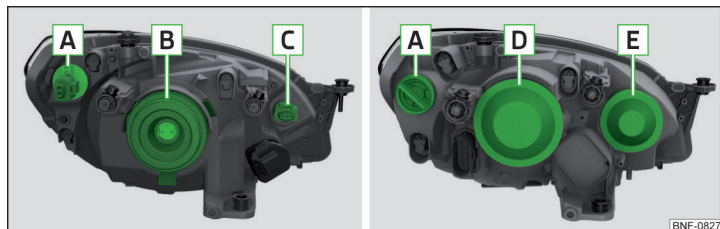

Abb. 171 Frontscheinwerfer: Variante 1 / Variante 2
Glühlampenordnung » Abb. 171
- » Die Fassung mit der Glühlampe **C** » Abb. 171 auf Seite 146 bis zum Anschlag in Pfeilrichtung **1** » Abb. 173 drehen.
- Die Schutzkappe **D** bzw. **E** » Abb. 171 auf Seite 146 abnehmen.
- Die Schutzkappe **D** bzw. **E** » Abb. 171 auf Seite 146 einsetzen.